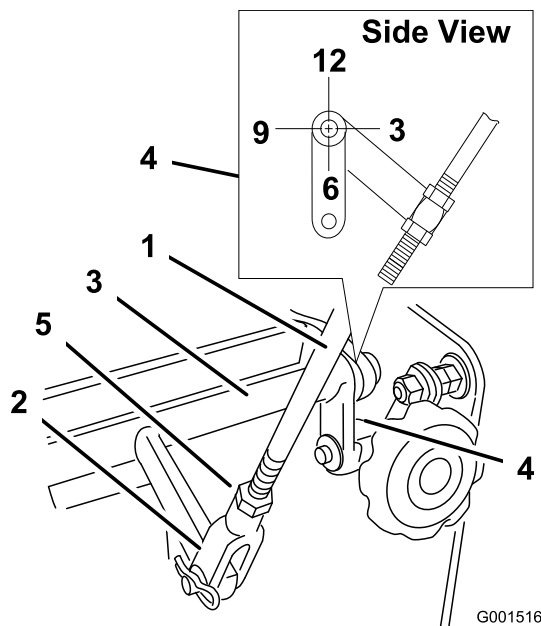

Figure 30
4. Vérifiez l'orientation des languettes aux extrémités de la manivelle de commande de vitesse. Ces languettes doivent être dirigées vers le bas, à la position 6 heures approximativement (Figure 30).
5. Ajustez la chape filetée au bas de la timonerie de commande de vitesses jusqu'à ce que les languettes soient placées à la position 6 heures (Figure 30).